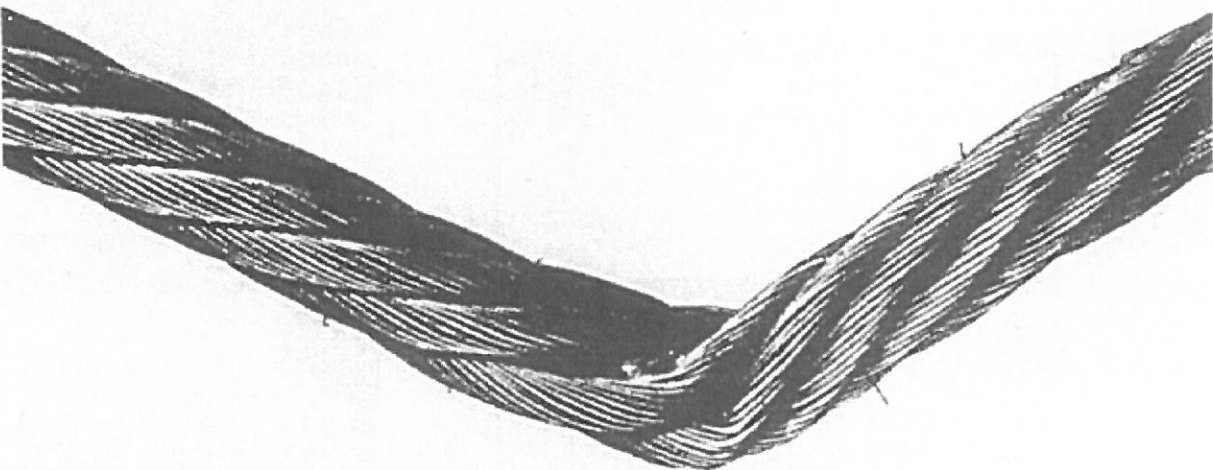

Abb. 12 - Beispiel für eine schwere Knickung.
*Knickungen (Siehe Abb. 12 im Punkt 1.4.1.7).*